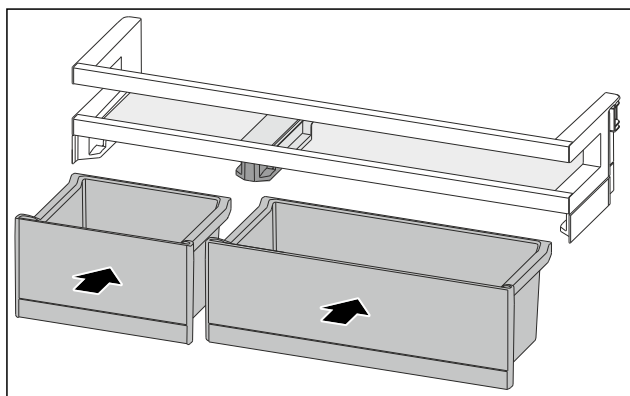

Fig. 185
- ▶ VarioBoxy vložte v opačném pořadí. (viz Fig. 185)